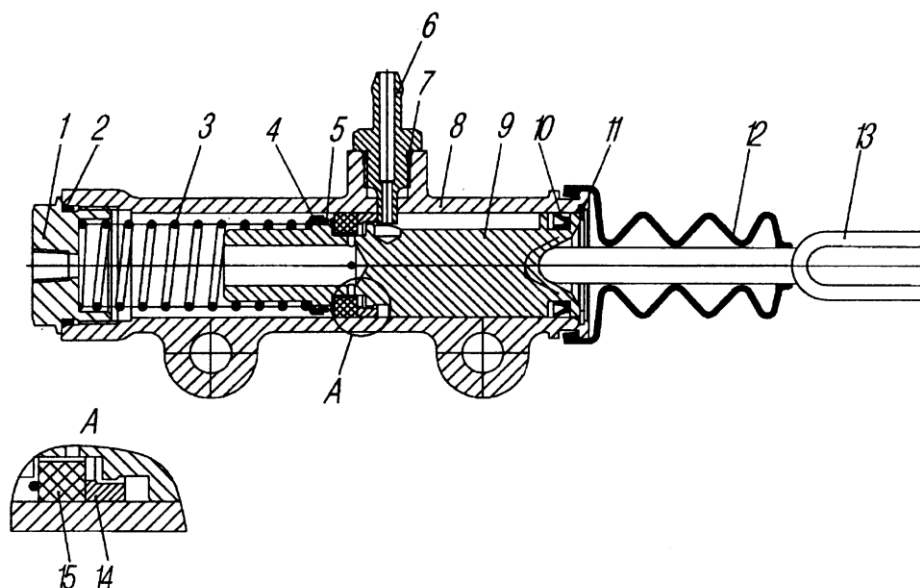

Рис. 22. Цилиндр главный:
**Главный цилиндр сцепления.** При необходимости ремонта или сборки кольцо 14 установить как показано на рис. 22. Момент затяжки болтов М12 крепления главного цилиндра 44-56 Н.м (4,4-5,6 кгс. м).